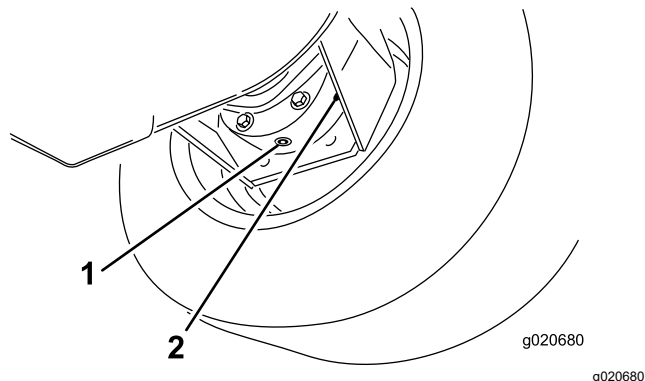

Figure 68
3. Placez un bac de vidange sous le carter de frein et enlevez le bouchon pour permettre à l'huile de s'écouler (Figure 68).